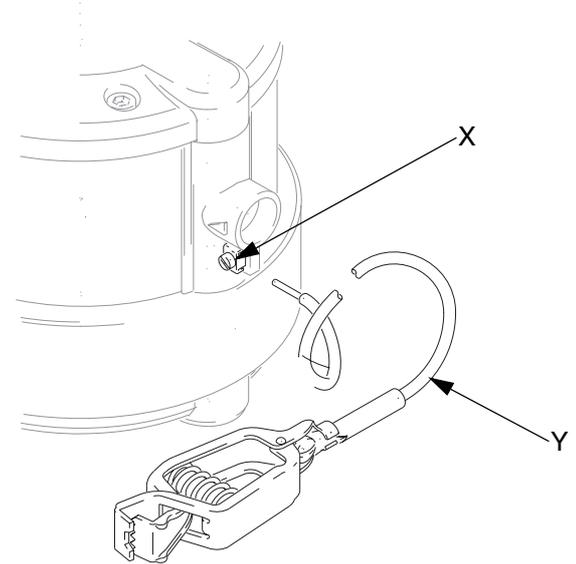

FIG. 3. Conexión a tierra de la bomba
- *Bomba:* utilice una abrazadera y un cable de conexión a tierra. Vea la FIG. 3. Afloje el tornillo de conexión a tierra (X). Introduzca un extremo de un cable de conexión a tierra (Y) de un mínimo de 1,5 mm2 debajo de la abrazadera y apriete el tornillo firmemente. Conecte el otro extremo del cable a una tierra verdadera. Cable de conexión a tierra y abrazadera, ref. pieza 222011.